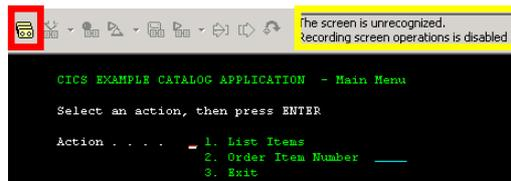

Abbildung 31
4. Wird der Hauptbildschirm des CICS Catalog Managers nicht sofort erkannt, so steht „The screen is unrecognized.“ (in Abbildung 31 gelb markiert) im Statusfenster des Host Emulators. Um diesen und jeden anderen Screen erneut zu laden und somit einen Refresh durchzuführen, muss auf das **Reload Screen Descriptions** Icon geklickt werden (Abbildung 31).